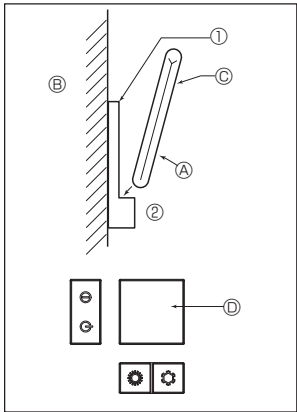

Fig. 7-7
2) Метод установлення (Fig. 7-7)